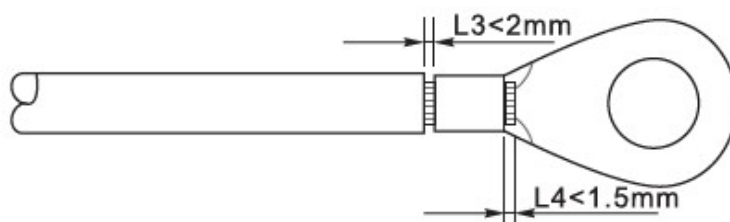

Figura 11 - Preparazione cavo di terra (2)
- 1) Inserire i fili esposti nel terminale OT e crimparli usando uno strumento per la crimpatura, come mostrato nella Figura 11.